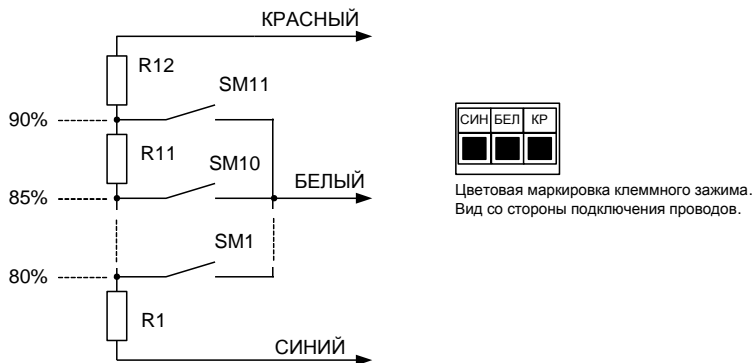

Рисунок 4
3.5.9 Снять медную проволоку и прикрепить провода направляющей к винтовым клеммным зажимам платы ПМП. Цвета проводов и цвета, обозначенные на клеммных зажимах, должны совпадать (рисунок 4).